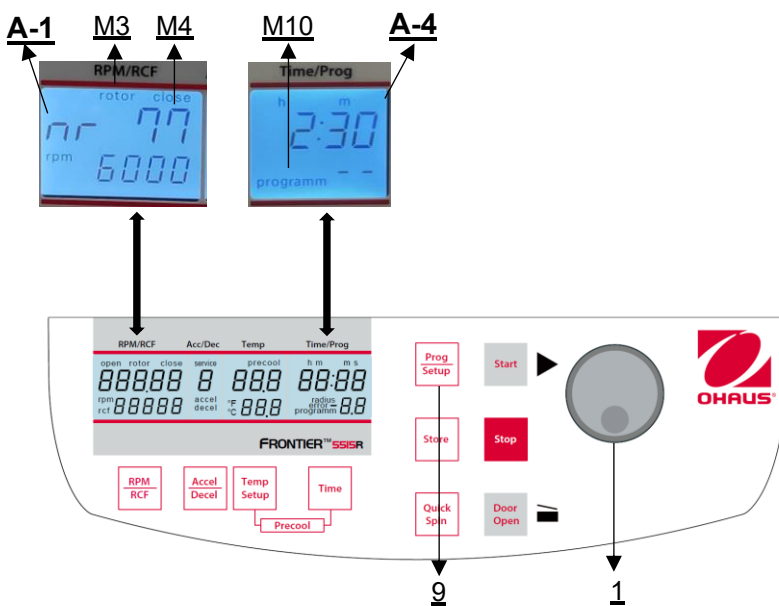

Abbildung 25
Um gespeicherte Programme abzurufen, drücken Sie die Taste **"Prog/Setup"** (9) (siehe **Abbildung 25**), während der Deckel bereits geschlossen ist. In der Anzeige **"Time/Prog"** (A-4) erscheint **"program--"** (M10). Die gewünschte Programmnummer kann mit dem Drehknopf (1) vorgewählt werden.
Um den Programmmodus zu verlassen, drücken Sie die Taste **"Prog/Setup"** (9) (siehe **Abbildung 25**). Dann erscheint im Display